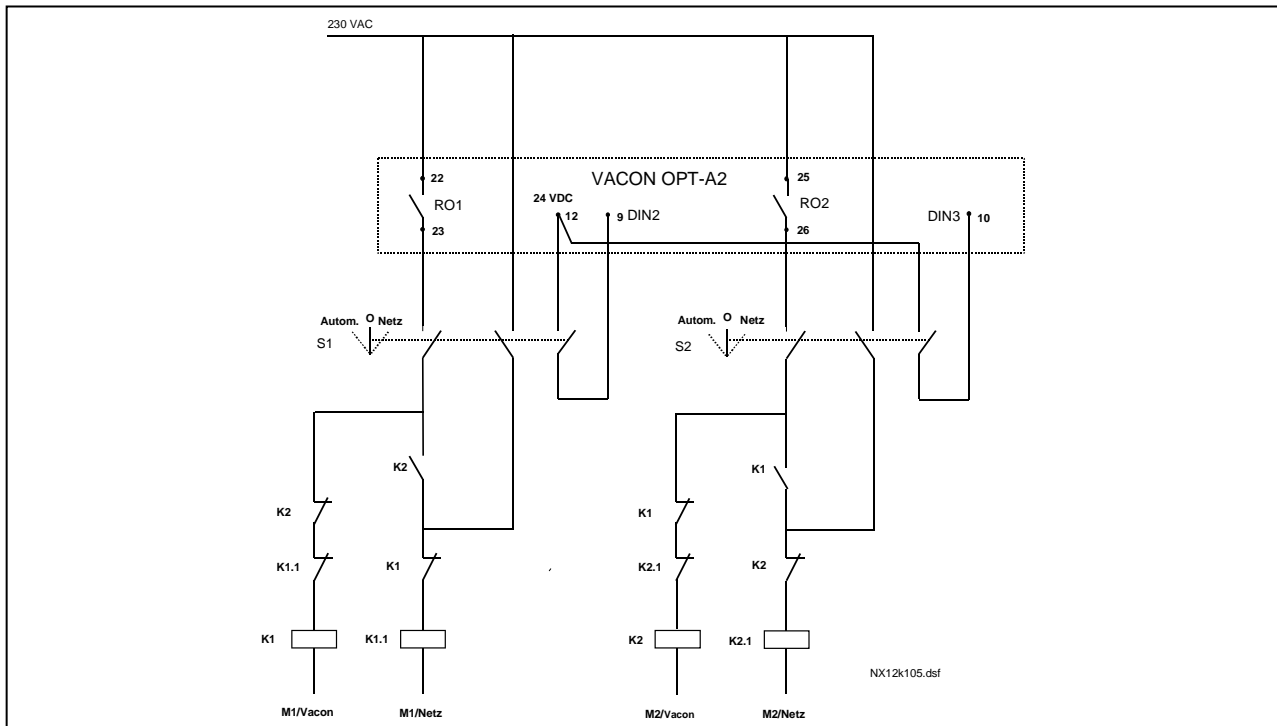
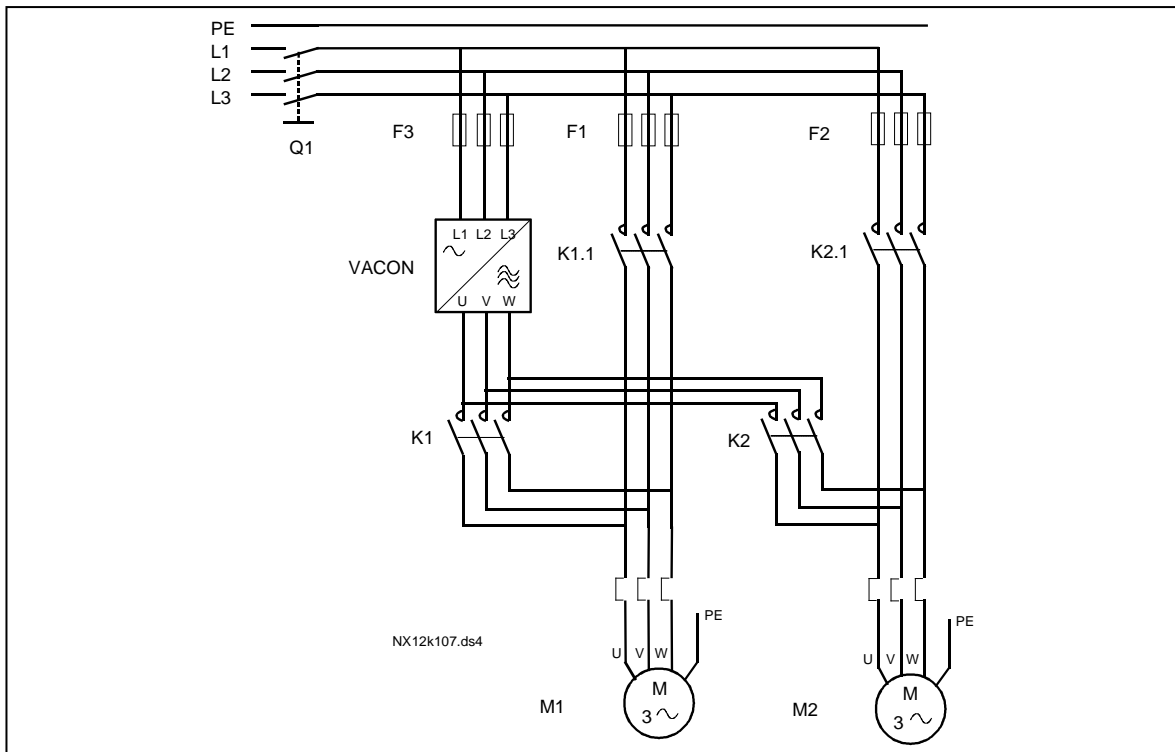
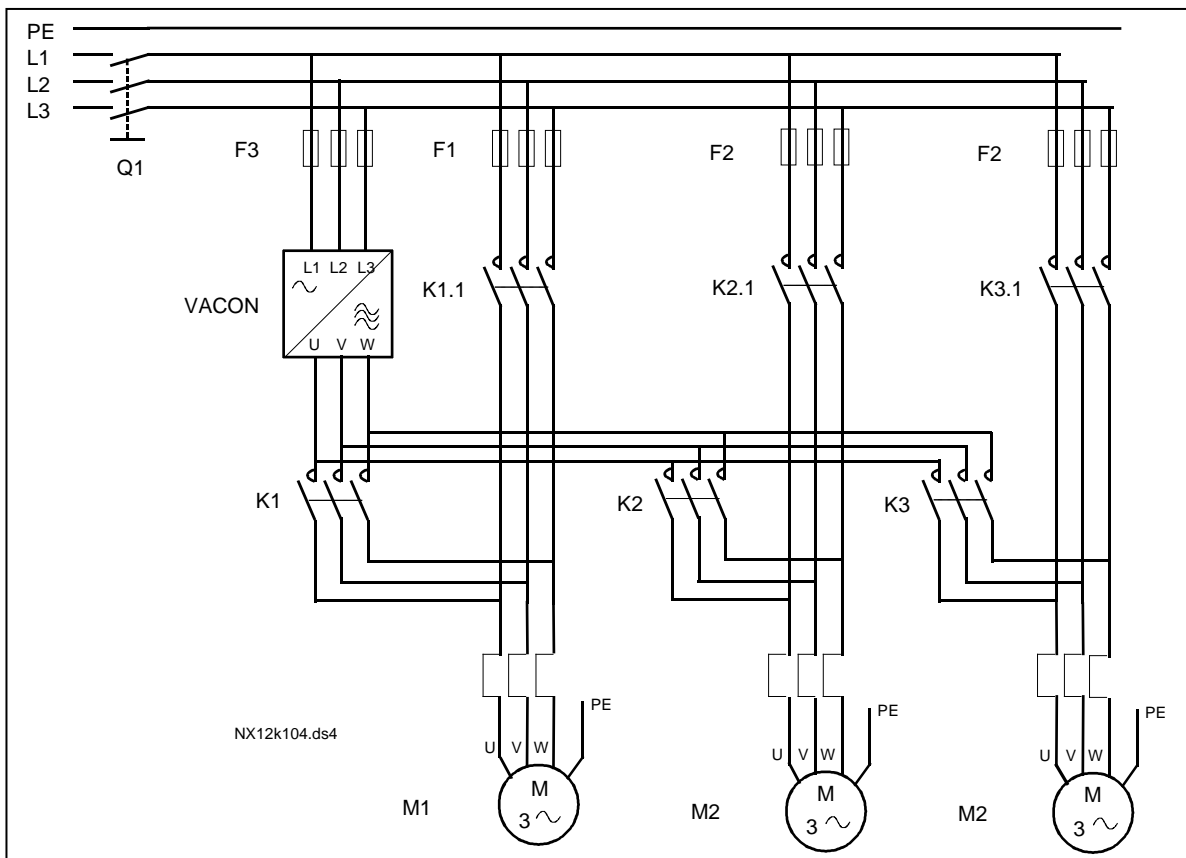

Abbildung 7-1. Autowechsel-System mit zwei Pumpen, Steuerstromkreis
Abbildung 7-5. Beispiel für den automatischen Wechsel zwischen zwei Pumpen, Hauptstromkreis
Abbildung 7-6. Beispiel für den automatischen Wechsel zwischen drei Pumpen, Hauptstromkreis
- Externe Schütze, die über die Relaisausgänge des Frequenzumrichters angesteuert werden, stellen die Verbindung zwischen den Antrieben und dem Frequenzumrichter bzw. dem Versorgungsnetz dar. Wenn der vom Frequenzumrichter geregelte Motor in die Autowechsel-Sequenz einbezogen wird, wird er grundsätzlich über den zuerst aktivierten Relaisausgang gesteuert. Die anderen, später aktivierten Relais übernehmen die Steuerung der Hilfsantriebe (siehe Abbildung 7-5 und Abbildung 7-6).
Der automatische Wechsel der Start- und Stoppreihenfolge wird aktiviert und je nach der Einstellung für Parameter 2.9.25 (Automatikwahl) entweder nur auf die Hilfsantriebe oder auf die Hilfsantriebe **und** den vom Frequenzumrichter geregelten Antrieb angewendet. Die Autowechsel-funktion ist werkseitig für 2 Antriebe aktiviert. Siehe Abbildung 7-1 und Abbildung 7-6.